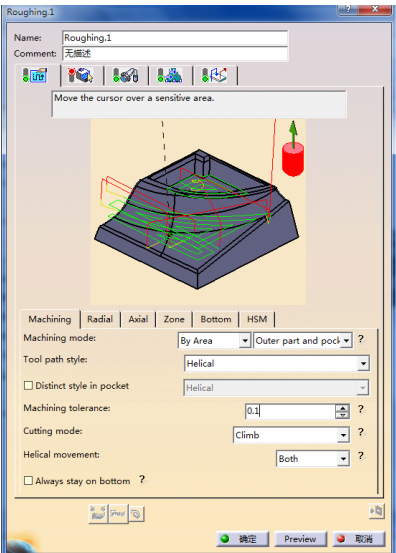

图 3-23 “Machining” 选项卡（1）
- 在“Machining”选项卡(1)的“Machine mode”下拉列表中选择“By Area”和“Outer part and pockets”选项，在“Tool path style”下拉列表中选择“Helical”选项，如图 3-23 所示。